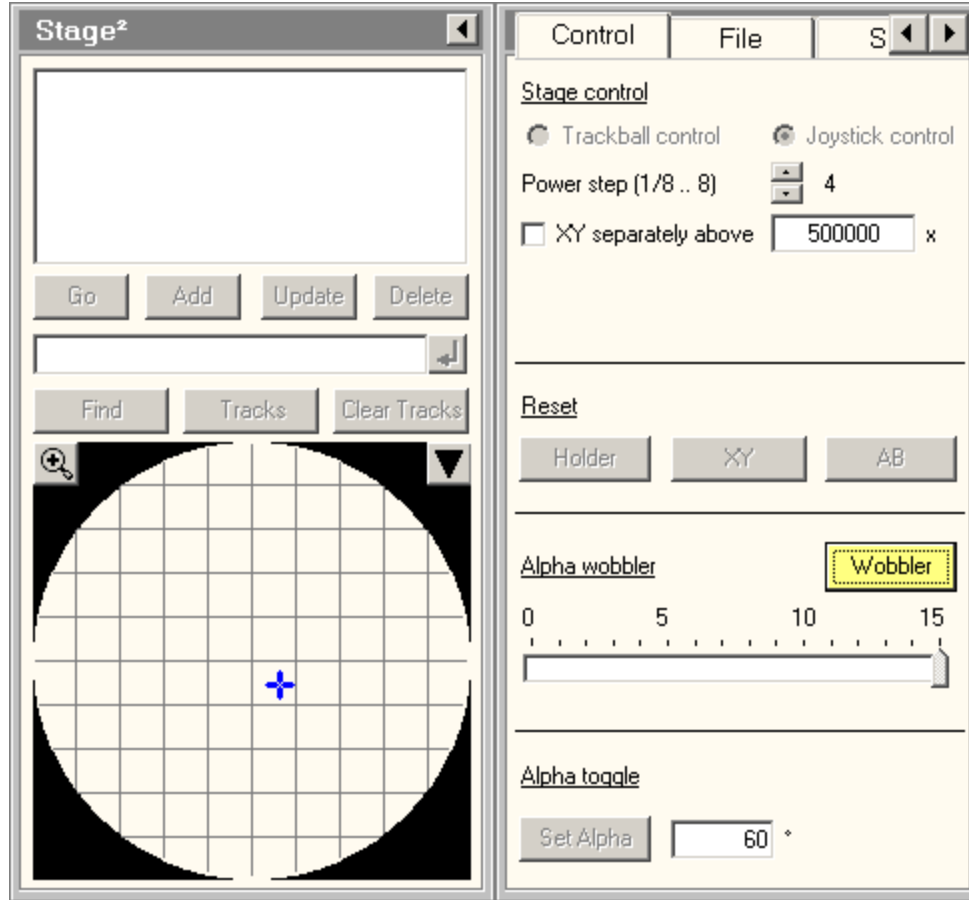

图 12
- 2) 使用 search—stage panel 上的 α wobbler 功能 (图 12) (或者直接按功能键上选择的按钮, 本机为 L2 图 13);